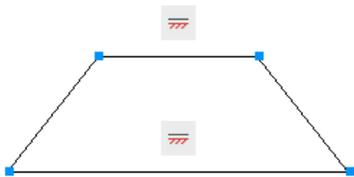

图 15.2.6 隐藏约束
Step4. 在“约束设置”对话框中取消选中  **相等(Q)** 复选框，然后单击  按钮，结果如图 15.2.6 所示。